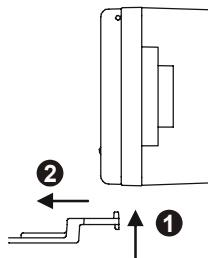

Fig. 7
3. Remove the cover with the key (Fig. 7). Keep the key at a safe location.
3. Entfernen Sie die Abdeckung mit dem Schlüssel (Fig. 7). Bewahren Sie den Schlüssel sicher auf.
3. Retirez le cache avec la clé (Fig. 7). Rangez soigneusement la clé.
3. Retire la cubierta utilizando la llave (Fig. 7). Guarde la llave en un lugar seguro.
3. Rimuovere la copertura con la chiave (Fig. 7). Conservare la chiave in un posto sicuro.